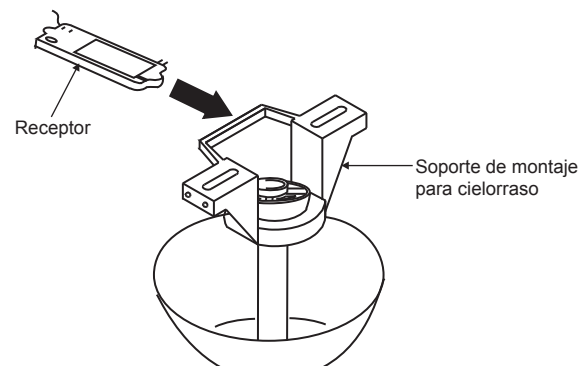

Fig. 13
**Paso 1.** Inserte el receptor en el soporte de montaje para cielorraso con el lado plano del receptor mirando al techo. (Fig. 13) Para un mejor desempeño, asegúrese de que la antena negra, al final del receptor, permanezca extendida y no se enrosque con ningún cable eléctrico.